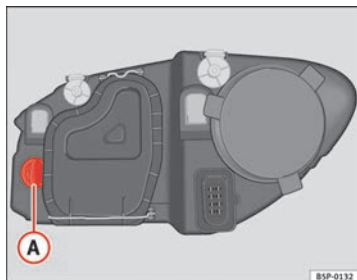

Abb. 165 Glühlampe für Blinker
- Die Fassung ⇒ Abb. 165 A nach links drehen und ziehen.